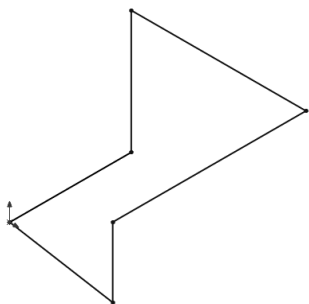

图 3-48 三维草图
2) 绘制三维草图。选择菜单栏中的“插入”→“三维草图”命令, 或者单击“草图”工具栏中的 (三维草图) 按钮, 进入三维草图绘制状态。单击“草图”控制面板中需要绘制的草图工具, 接着单击 (直线) 按钮, 开始绘制三维空间直线, 注意此时在图形区中出现了空间控标。以原点为起点绘制草图, 基准面为控标提示的基准面, 方向由光标拖动决定, 绘制草图如图 3-48 所示。